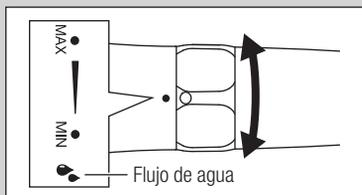

Fig. 8
- La cantidad de polvo que se rocía se puede ajustar mediante el anillo de ajuste del volumen de caudal (Fig. 8). En condiciones normales, póngalo en el Mín. para empezar a usarlo y ajústelo en función de la aplicación y del estado del paciente.